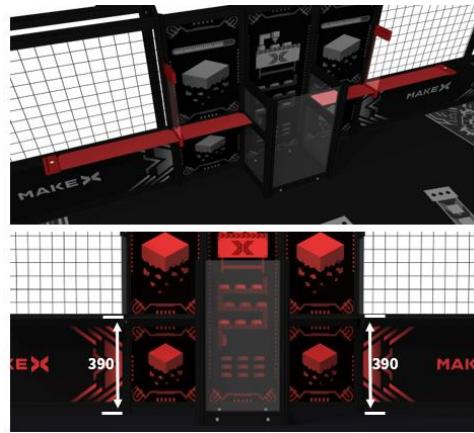

图 3.8 废料台
(5) 工作台：每个半场各有 1 个工作台，为比赛开始前字母方块和空白方块的初始摆放区域（每场比赛前由裁判抽签确定认摆放顺序）。平台外围扁铝距地面垂直高度为 150mm，图 3.8 所示只是一个摆放的实例。